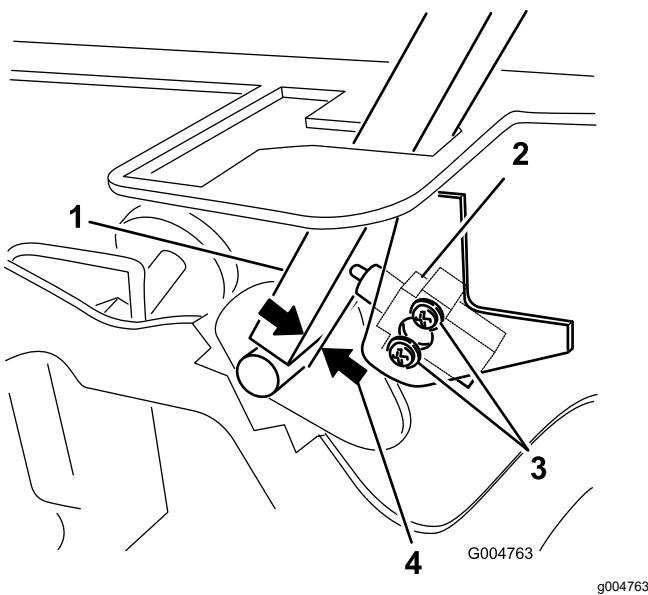

Figura 49
3. Afloje los 2 tornillos que fijan el interruptor de seguridad (Figura 49).
4. Sujetando la palanca de control contra el bastidor, mueva el interruptor hacia la palanca hasta que la distancia entre la palanca y el cuerpo del interruptor sea de 0.4 a 1 mm (de 0.015 a 0.045") como se muestra en Figura 49.